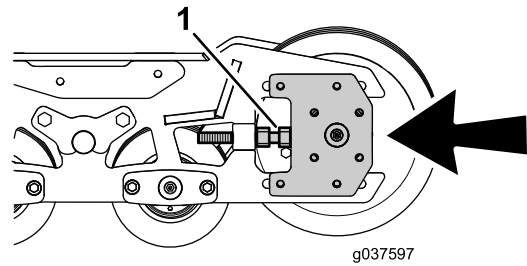

Figura 15
1. Ajustador de oruga externo (2)
2. Gire los pernos de los ajustadores de oruga internos y externos (Figura 15) para que los ajustadores queden